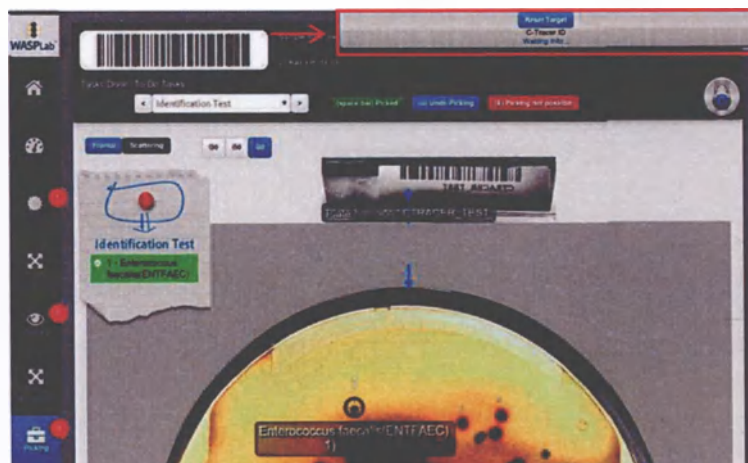

Рисунок 4.31 Сброс объекта
- На странице **picking** пользовательского интерфейса WASPLab нажать **Reset Target** (Сброс объекта) (Рисунок 4.31).